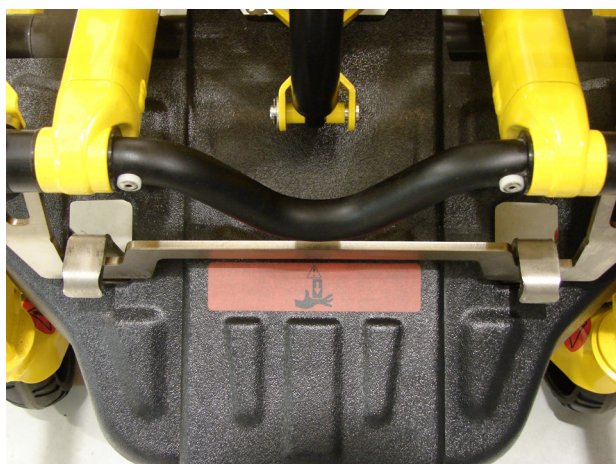

Figur 15 - Bårvagn i fästansordning (fotände)
2. För bårvagnen till både huvudändens och fotändens delar på fästansordningen tills låsmekanismen kopplas in, som visas i figur 15.